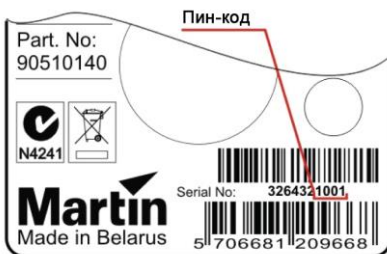

Рис. 37. Серийный номер осветительной системы
3. См. Рис. 37. Запомните последние четыре цифры серийного номера осветительной системы (на световом приборе) и введите их, используя цифровую клавиатуру пульта дистанционного управления. Осветительная система должна мигать каждый раз, когда нажимается кнопка.